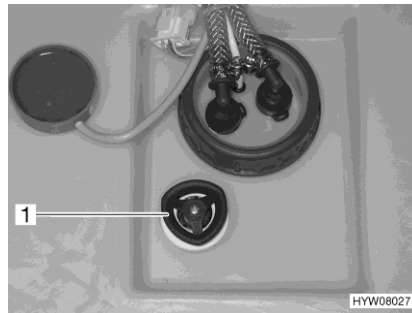

Bild 158 Ratt (vattentank)
**Öppna:** ■ Vrid ratten (Bild 158,1) på vattentanken 3/4-varv moturs. Vattnet rinner ut tills ca 20 liter är kvar.
**Stänga:** ■ Vrid ratten (Bild 158,1) på vattentanken medurs till stoppläget.
- Vrid ratten (Bild 158,1) på vattentanken moturs mot motståndet till stoppläget för att öppna utloppsöppningen helt.